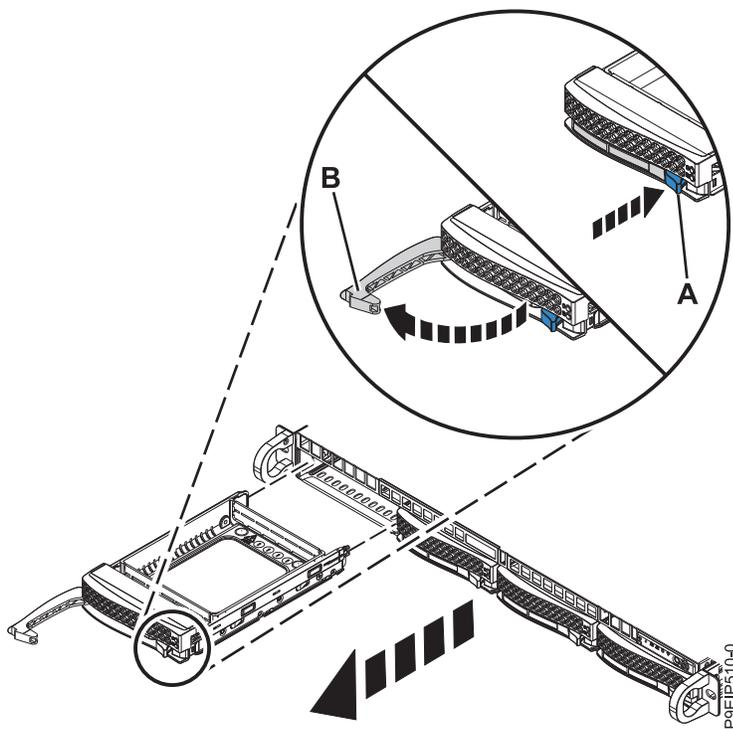

Figura 7. Extracción de una unidad
2. Desbloquee el asa de la bahía de unidad (B) presionando el pestillo del asa (A) como se muestra en la Figura 7. El asa (B) queda fuera hacia usted. Si el asa no queda totalmente hacia fuera, la unidad no se desliza fuera del sistema.